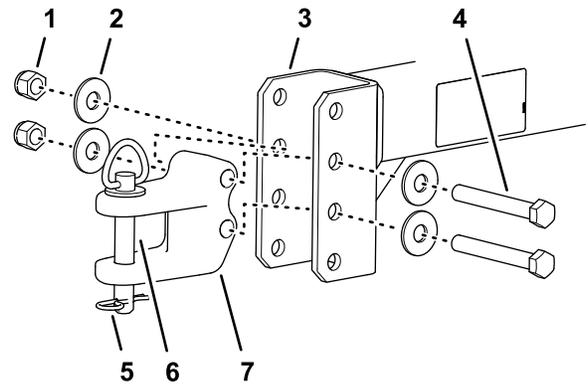

図 5
2. ヒッチのクレビスをトングに取り付けるキャップスクリュー2本、ワッシャ4本、ロックナット2個を使用する 図 5。
4. ヒッチピンとヘアピンで、ヒッチを牽引バーに固定する 図 5。
1. トラクションユニットの牽引バーとトングが水平になるようにヒッチのクレビスの位置を調整する 図 5。